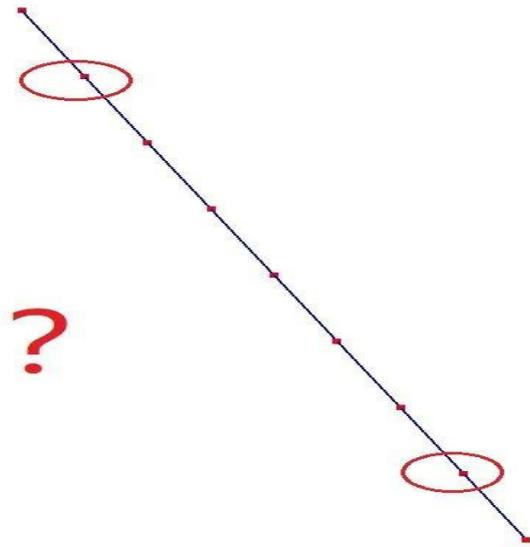
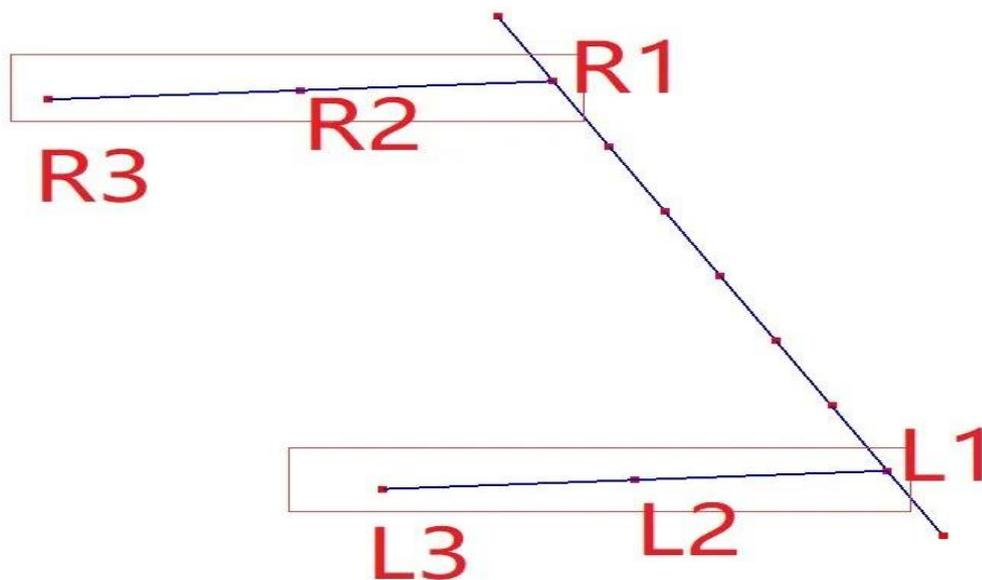

图 062-2
图 062-3
显然，像图 062-2 这样的一根轨枕 (梁单元) 模型是不满足基本要求的。
1、我们可以在图062-2轨枕模型(长2m,单元尺寸0.25m)的基础上,分别在左、右扣件节点处向前(+X方向)伸出一根无质量的刚臂(长0.4m,单元尺寸0.2m),如图062-3所示。这样,模型就满足了两排扣件节点的要求,只不过间距是0.2m。
2、经对比，图 062-3 和图 062-2 的轨枕模型具有相同的自由模态。